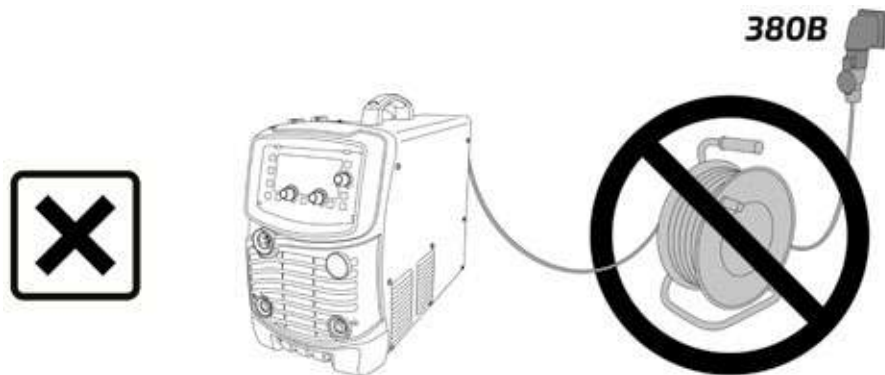

Рис. 6.3.3. Схема неправильного подключения и удлинения кабелей аппарата.
**Данный вид подключения (рис. 6.3.3) приводит к выходу аппарата из строя!**